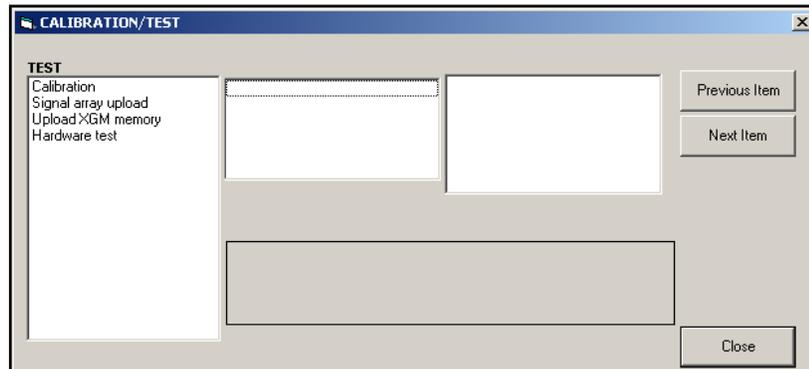

Figura 10: Menú *Calibración/Prueba*
5. Para introducir datos en el programa de usuario, haga doble clic en el menú *Calibración/Prueba*. Aparece una ventana similar a *Figura 10*.
1. En el menú *Calibración/Prueba* (véase *Figura 10* en la página 38), haga doble clic en la entrada *Calibración* para abrir la opción.
Para calibrar cualquier tarjeta opcional instalada en la ranura 1 del XGF868i, acceda al menú *Calibración/Prueba* como se muestra en la *Figura 10 en la página 38*.